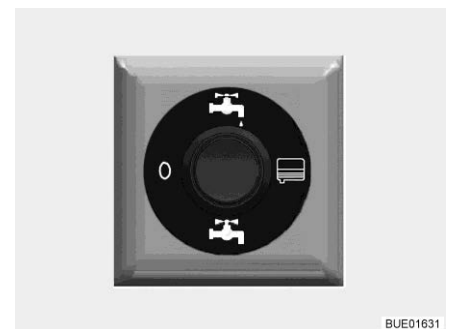

Bild 149 Brytare för elmanövrerad avtappningskran
- Tryck på övre halvan av reglaget (Bild 149) i det bakre lastutrymmet. Avloppsvattnet tappas ur.
- Tryck nedtill på reglaget (Bild 149) när avloppsvattnet runnit ut helt.
- Ställ brytaren (Bild 149) i läge "0" (strömlös).